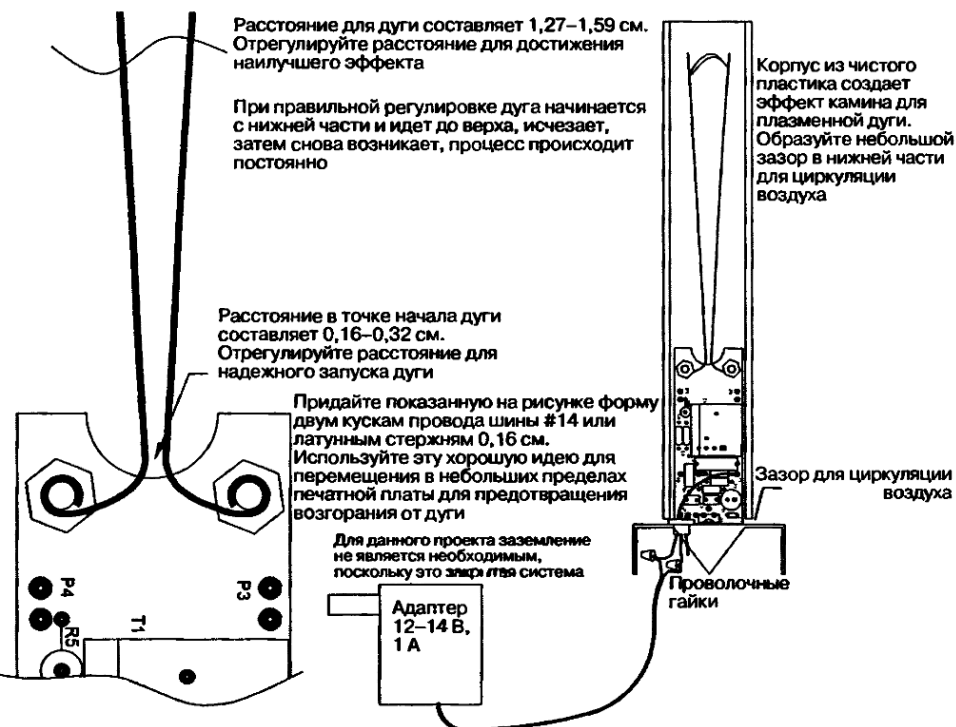

Рис. 16.6. Лестница Иакова
- **Лестница Иакова.** Постройте популярную машину для путешествий на плазменной дуге, показанной в фильмах про Франкенштейна (рис. 16.6).